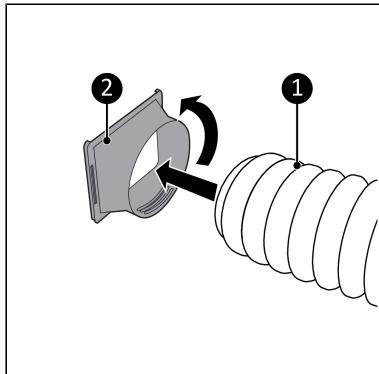

Abbildung 41.
1. Verbinden Sie den Schlauchanschluss (Abbildung 41, Pos. 2) mit einem Ende des Heißluft-Auslassschlauchs (Abbildung 41, pos. 1).